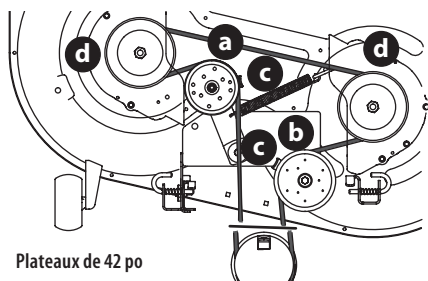
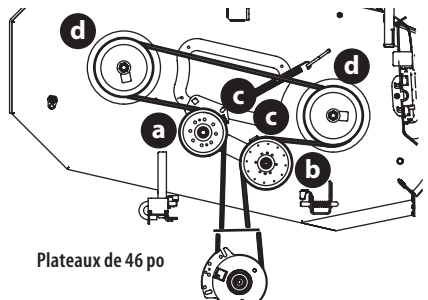
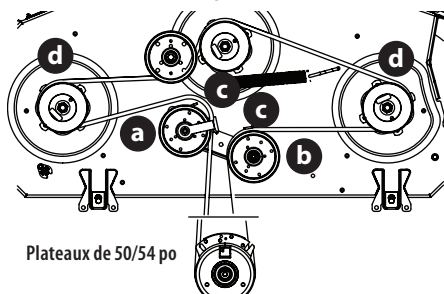
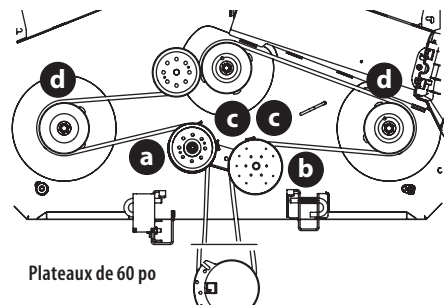

Fig. 42
Fig. 43
Fig. 44
Fig. 45
2. Desserrez la quincaillerie de la poulie de tension droite (a) et de la poulie de tension gauche (b), mais ne la retirez pas. Voir page 101 pour Fig. 42 pour les modèles dotés d'un plateau de coupe de 42 po, Fig. 43 pour les modèles dotés d'un plateau de 46 po, Fig. 44 pour les modèles dotés d'un plateau de 50 et 54 po et Fig. 45 pour les modèles dotés d'un plateau de 60 po.